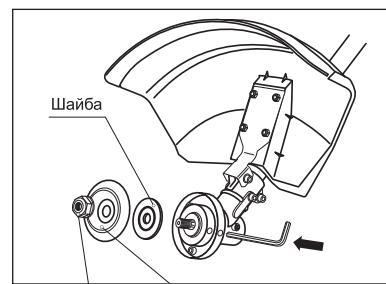

рис. 9
- Совместите отверстия в чашке редуктора и фланцевой шайбе. Вставьте металлический стопорный стержень или шестигранный ключ из комплекта поставки в отверстия чашки редуктора и фланцевой шайбы. Вращая гайку по часовой стрелке, снимите ее, а также чашку и шайбу со шпинделя редуктора (рис. 9).
- Совместите отверстие во фланцевой шайбе с отверстием в чашке редуктора (рис. 9). Вставьте металлический стопорный стержень в отверстие чашки редуктора и в отверстие фланцевой шайбы.